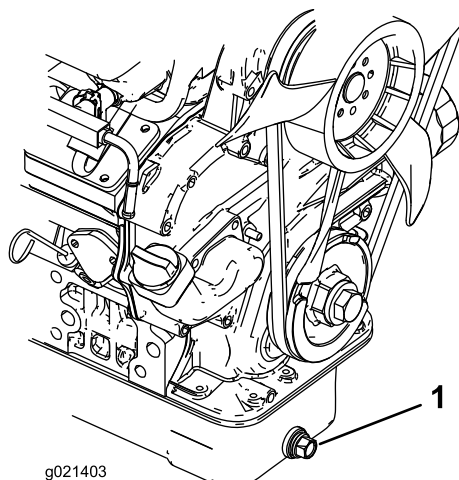

Bild 51
1. Entfernen Sie die Ablassschraube (Bild 51) und lassen das Öl in eine Auffangwanne ab. Schrauben Sie die Ablassschraube wieder ein, nachdem das Öl abgelaufen ist.